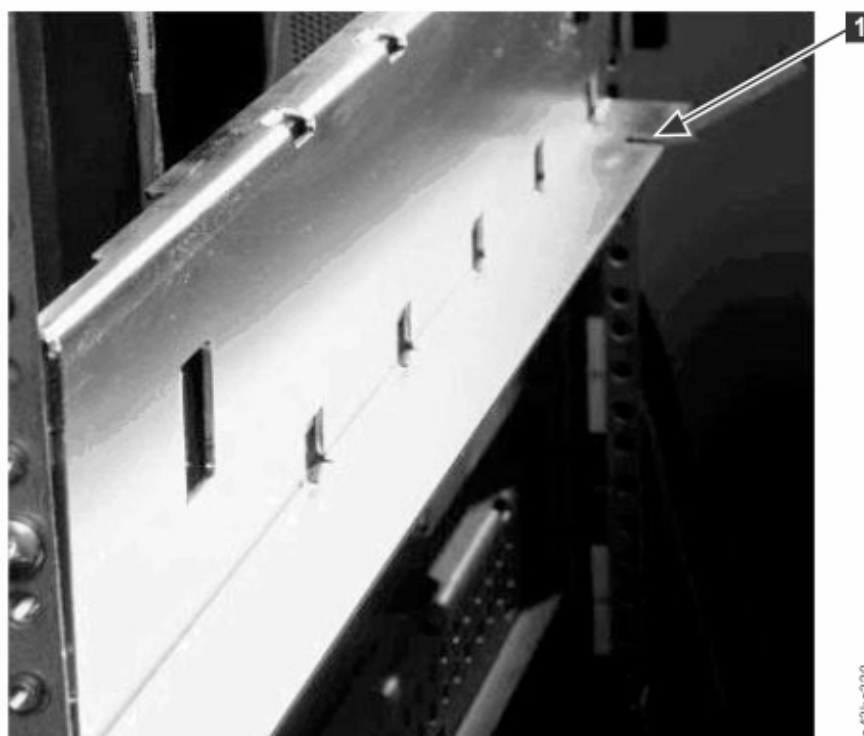

Figura 36. Orificio para la patilla de alineación
- a. Mueva la palanca de alineación de la parte superior del par de módulos a la posición de bloqueo o encaje. Si se encuentra resistencia, ajuste la posición del módulo superior para que el pin del mecanismo de alineación se mueva al orificio de acoplamiento en el módulo inferior. Si sigue encontrando resistencia, compruebe si los rieles del bastidor están instalados correctamente. Compruebe que el orificio para la patilla de alineación está en el riel izquierdo (mirando desde la parte frontal) hacia la parte posterior del bastidor. Consulte 1 en Figura 36 en la página 54.